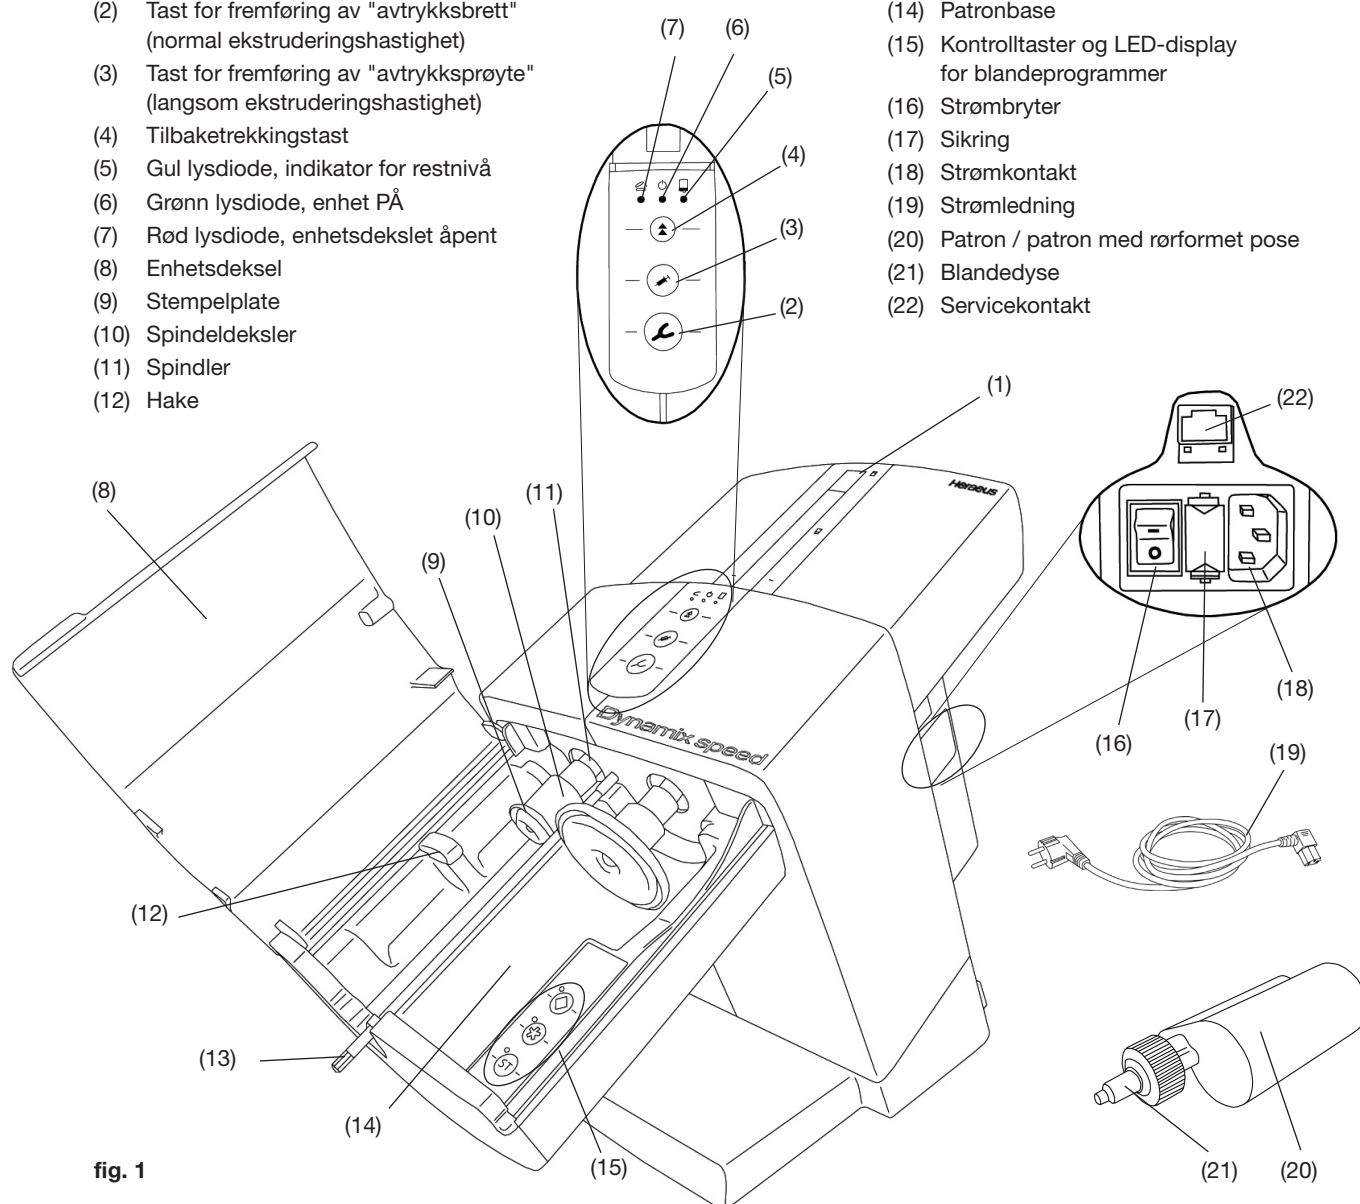
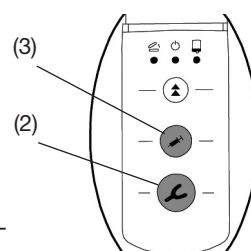

fig. 1
fig. 8
- Koble den medfølgende strømledningen (19, fig. 1) til strømuttaket (18).
- Slå på enheten med strømbryteren (16).
- Trykk på tilbaketrekkingstasten (4).
- Stemplene (9, fig. 1) trekkes tilbake til utgangsposisjonen, der de stanser.
- Åpne enhetsdekslet (8, fig. 1).
- Fjern transportsikringen (23).
En patron kan kun installeres eller byttes hvis begge stempler (9, fig.1) er i utgangsposisjon.
- Lukk enhetsdekslet (8, fig. 1).
- Plasser patronen (20) i enheten.
Dekslet kan kun lukkes hvis patronen er riktig installert. Den røde lysdioden for "Unit cover open" (Enhetsdeksel åpent) (7, fig. 1) er på til enhetsdekslet er skikkelig lukket.
- Hvis brukeren trykker på en av leveringstastene (avtrykksbrett (2, fig. 8) eller dispenser (3, fig. 8)) uten å velge et blande-program, aktiveres "ST"-programmet automatisk. Lysdioden ved siden av "ST"-tasten tennes.
- Trykk og hold nede fremføringstasten (2) eller (3) (avhengig av ønsket hastighet eller funksjon):
- Avtrykksbrett (2), normal ekstruderingshastighet med aktivert blande-program eller
- Avtrykksprøyte (3), langsom ekstruderingshastighet.
- Blandeskafet aktiveres slik at den sekskantede enden (13, fig 1) kan gjenges inn i blandedyden.